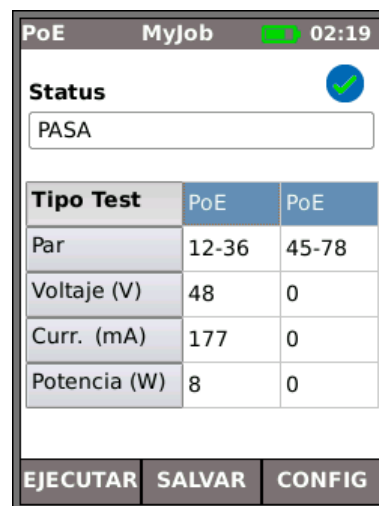

Fig. 41
Cuando la unidad principal está conectada a un puerto, detecta automáticamente la tensión de PoE (en caso de haberla). Además, al ejecutar la prueba PoE se aplica una carga resistiva y se mide la potencia disponible en el puerto conectado. El SignalTEK NT identifica los pares con carga eléctrica y muestra el voltaje (V), la corriente (mA) y la potencia (W). La pantalla de resultados del test PoE en la Fig. 41 muestra que los pares uno y dos, y los pares tres y seis transmiten 11 vatios. El puerto comprobado tiene capacidad para alimentar dispositivos que utilicen hasta un máximo de 11 vatios.